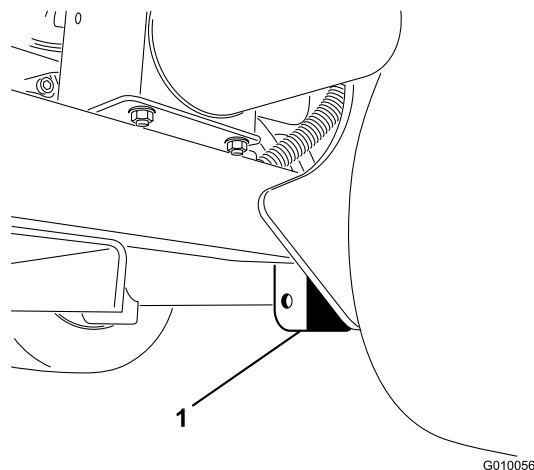

図 41
2. 後ホイールのすぐ内側にあるフレーム・プレートの下にジャッキを確実に置く (図 41)。